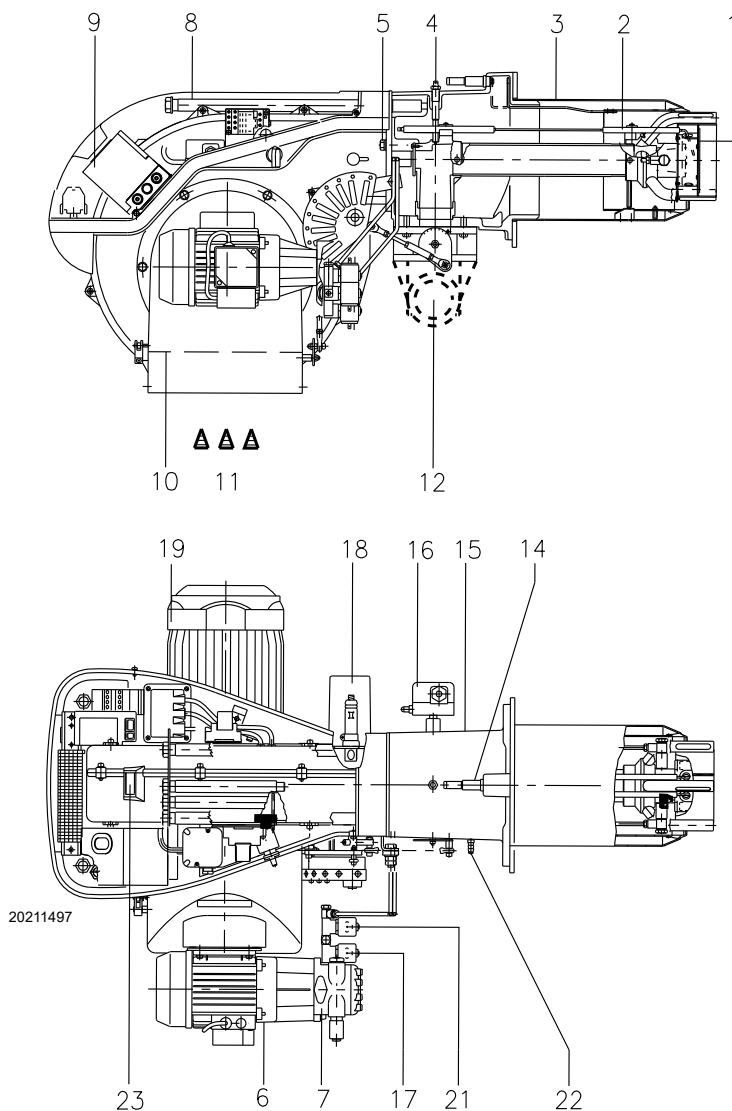

Fig. 5
- **Bloqueo caja de control:** la iluminación del pulsador de la caja de control 9)(Fig. 5 en pág. 10) indica que el quemador está bloqueado. Para desbloquear, presionar el pulsador.